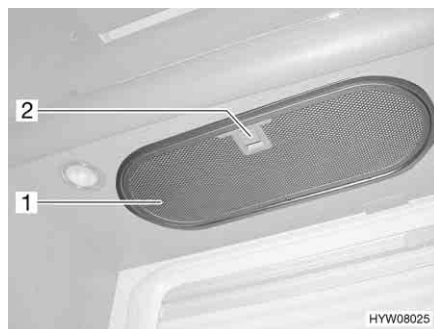

Fig. 189 Cappa di aspirazione
- Tirare la maniglia (Fig. 189,2) verso il basso. Il filtro è sbloccato.
- Estrarre il filtro (Fig. 189,1) verso il basso.